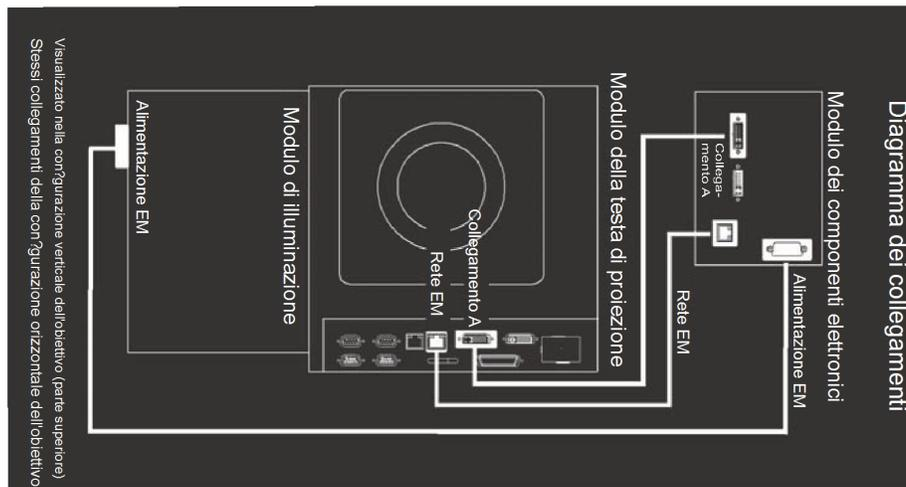

Figura 2-2 Interconnessioni dei moduli
2. Collegare il modulo dei componenti elettronici al modulo della testa di proiezione e al modulo di illuminazione. Consultare **Figura 2-2**.